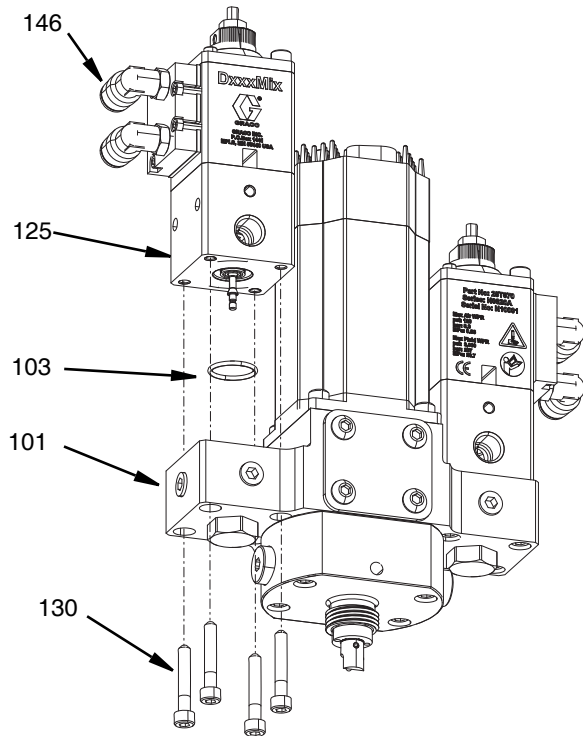

图 28
3. 从弯头接头 (146) 上卸下 5/16 英寸的圆形尼龙管 (141)。
4. 用 4 毫米内六角扳手卸下将阀 (125) 固定在底座 (101) 上的四个螺丝 (130)。
5. 拆下 O 形圈垫片 (103)。参见图 28。